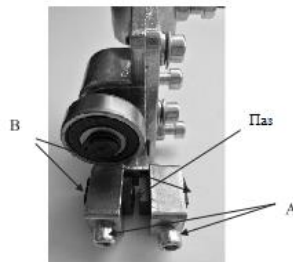

Рисунок 9
1. Ослабьте два винта (Рис.9А) и переместите две вставки (рис.9В), чтобы установить необходимое пространство, чтобы поместить ленточное полотно в паз фиксированного сиденья верхнего лезвия.
2. Затяните винт (Рис. 9А).